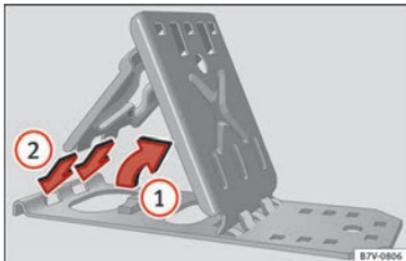

Fig. 100 Déplier les cales pliantes.
- Levez la plaque d'appui »» fig. 100 ①.
- Introduisez les deux « agrafes » de la plaque de fixation dans les orifices allongés de la plaque de base ②.